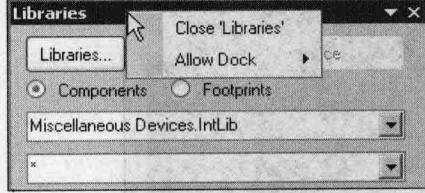

图1-21 命令标签
(1) 在工作窗口面板的上边框处单击鼠标右键，将会弹出如图1-21所示的命令标签。